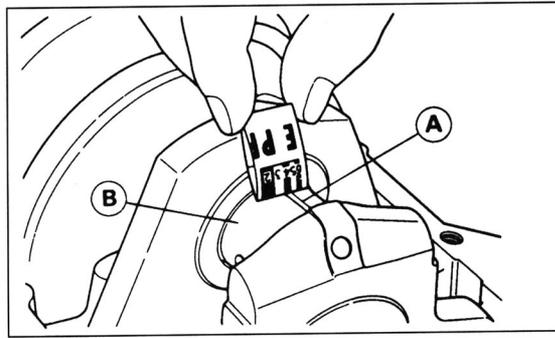

Bild 248
- Lagerspiel wie oben beschrieben mit Plastigage-Messstreifen bestimmen (Bild 248).